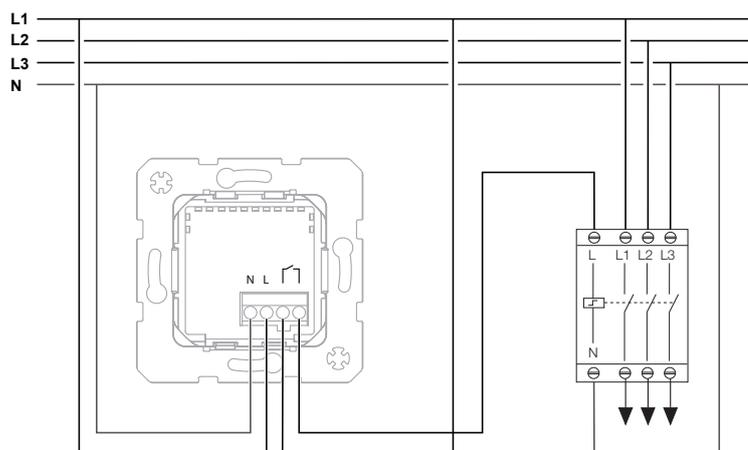

Figura 4
- i** Prestare attenzione alla potenza di allacciamento consentita. In caso di necessità, utilizzare il relè di carico (figura 4).
- Inserire l'inserto (1) nella scatola da incasso, i morsetti di collegamento devono essere ubicati nella parte sottostante.
- Applicare la cornice (2) e avvitare con l'accessorio di fissaggio (3).
- Inserire l'alloggiamento Hotel Card (4) e avvitare.
- Applicare la copertura design (5) sull'alloggiamento Hotel Card.